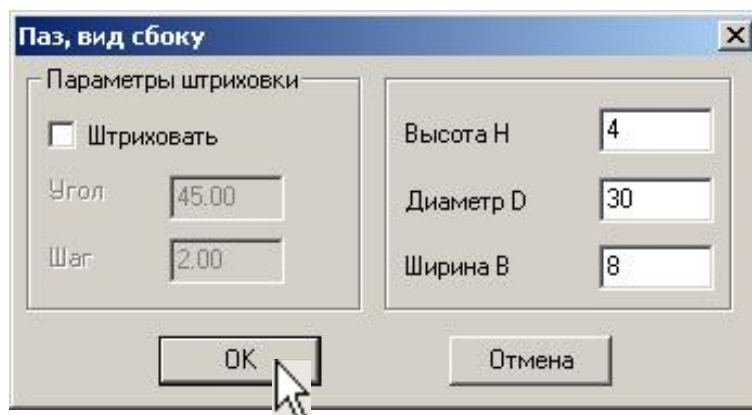

Рис. 48
13. Выполните разрез Г-Г. Откройте **Прикладную библиотеку КОМПАС**, находящуюся в разделе **Прочие**. Выберите **Паз, вид сбоку** в разделе **Геометрические фигуры** и установите параметры пазы согласно рис. 48.